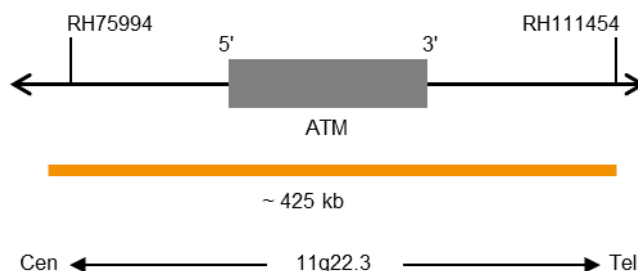

Fig. 1 : Carte de la sonde SPEC ATM (pas à l'échelle)
- Polynucléotides marqués au ZyOrange (excitation 547 nm/émission 572 nm) (~4,5 ng/μl), qui ciblent une séquence de 11q22.3* (chr11:107,957,618-108,380,921) hébergeant la région du gène ATM (voir figure 1).